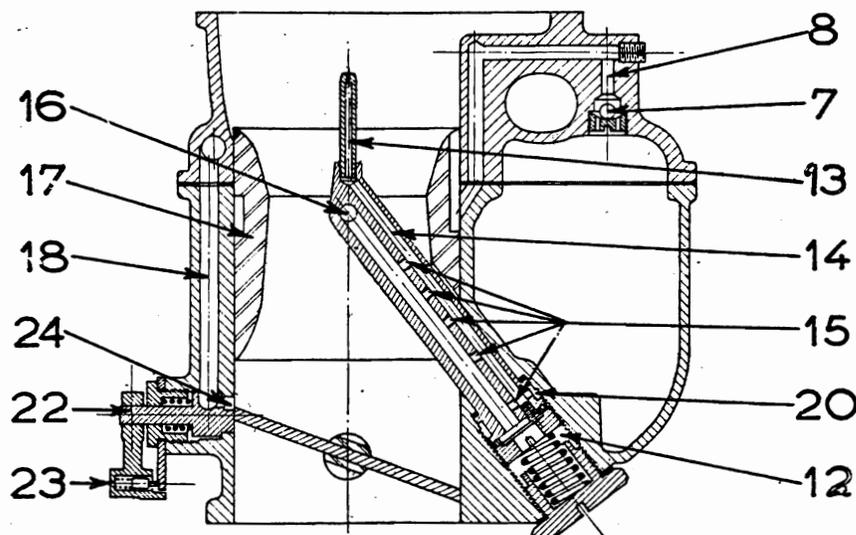
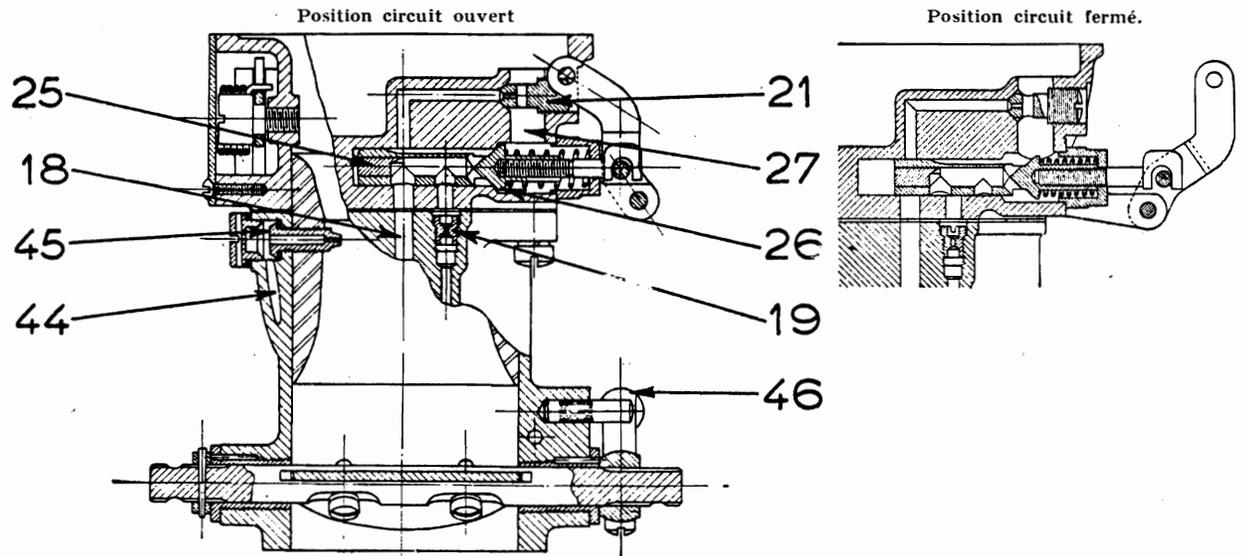
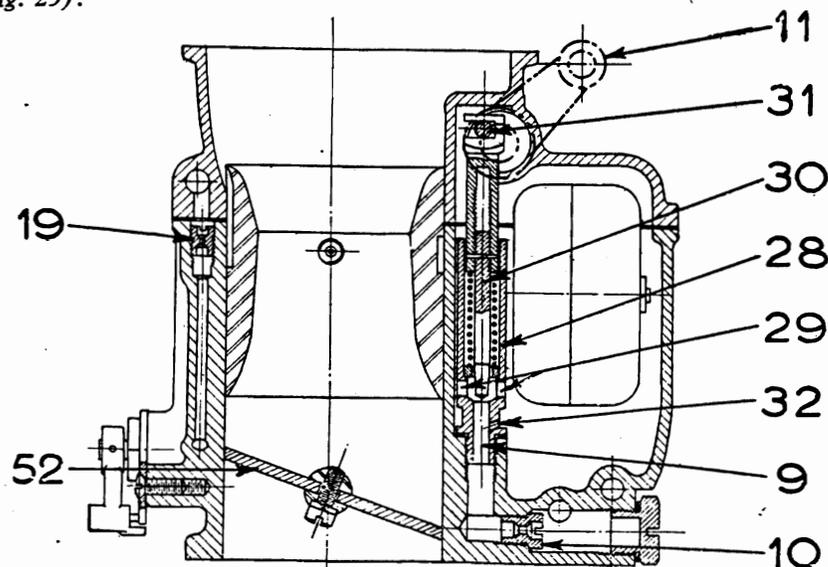
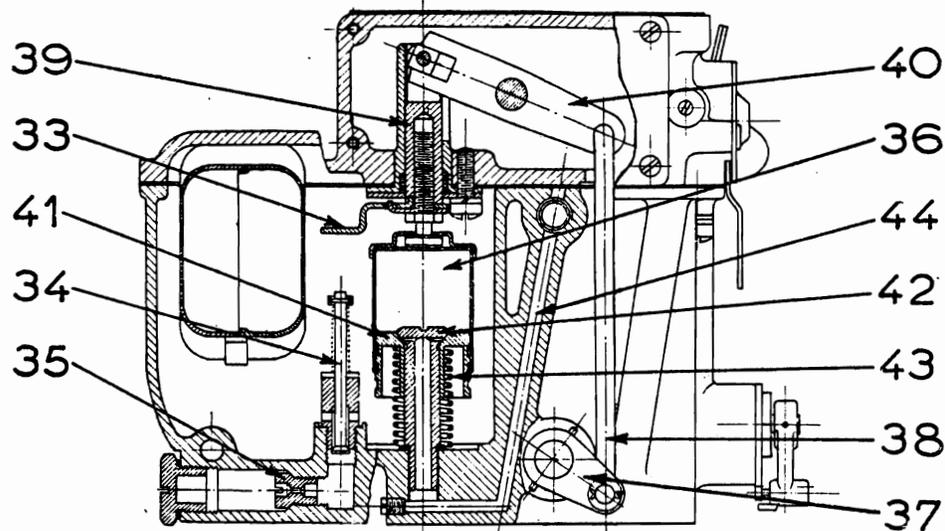

FIG. 22 — ÉMULSEUR CENTRAL ET RALENTI
FIG. 23 — DISPOSITIF D'ARRÊT DU MOTEUR (ÉTOUFFOIR)
FIG. 25 — CORRECTEUR ALTIMÉTRIQUE
FIG. 26 — POMPE DE REPRISE
La cuve est mise en communication avec la manche à air pour équilibrage de la pression d'air, par un canal (8). Un clapet à bille (7) a été placé dans la cuve, au débouché du canal (8) (fig. 22) de la mise à l'air libre pour éviter que l'essence s'écoule vers la prise d'air dans la position inversée.
De la cuve à niveau constant, l'essence passe par le correcteur (9) et le gicleur principal (10) (fig. 25) avant d'arriver à l'émulseur en (12) (fig. 22).
L'essence débitée par le gicleur se rend au tube émulseur central en (12) (fig. 22). Par la vis de calibrage (13) l'air d'émulsion principale arrive dans un canal (14), passe par les trous de dénoyage (15) et vient émulsionner l'essence avant sa sortie par les deux trous latéraux (16), au centre du diffuseur (17) et un peu au-dessous de son corset.
Le canal de ralenti (18) (fig. 22 et 23) entraîne vers le papillon l'essence du gicleur (10) (fig. 25) qui ne peut être aspirée par le tube principal d'émulsion.
Ce canal comporte un gicleur de ralenti (19) (fig. 23) qui, aux faibles vitesses seulement, dose l'essence débitée par le jet calibré principal (10) et prise en (12) (fig. 22) par la gorge annulaire (20).
Une vis calibrée (21) (fig. 23) dose la quantité d'air pour émulsionner l'essence au ralenti.
Le petit boisseau (22) (fig. 22) commandé par le levier (23) permet de faire varier la dépression sur le circuit de ralenti, par la rotation d'une fraiseuse (24) et, par suite, de régler la richesse du ralenti.
Dans certains cas et pour des raisons de sécurité, on peut avoir besoin de l'arrêt instantané du moteur. C'est le but du dispositif d'étouffoir qui permet de couper totalement le circuit normal du ralenti (fig. 23), par manœuvre du levier.
Cette réduction du débit d'essence est faite par le pilote qui dispose de la commande du dispositif de correction (fig. 25).
La différence de densité de l'air et de l'essence provoque au moment des reprises brusques, un retard de débit d'essence par rapport au débit de l'air et oblige à fournir un appoint d'essence par un système mécanique appelé « pompe de reprise » (fig. 26).
Cette tête porte des trous communiquant avec l'intérieur de l'axe et de là, par un canal (44), au gicleur de pompe (45) (fig. 23) qui règle la quantité d'essence utilisée aux reprises.
Le carburateur type 60 IGS possède un perfectionnement qui a consisté à adjoindre aux organes décrits précédemment un dispositif d'enrichissement de puissance (*fig. 26*) comportant un gicleur (35) qui, en parallèle avec le gicleur principal (10) (*fig. 25*) peut alimenter l'émulseur en même temps que lui.
La tige de pompe (39) (*fig. 26*) qui est liée aux mouvements du papillon, entraîne dans ses déplacements la palette (33).
Avant que le papillon arrive à sa pleine ouverture, la palette appuie sur la queue de la soupape (34) (*fig. 26*) livrant passage à l'essence vers le gicleur d'enrichisseur (35).
L'essence débitée par ce gicleur est canalisée vers le tube d'émulsion principal en (12) (*fig. 22*).